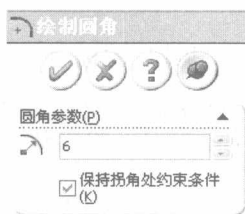
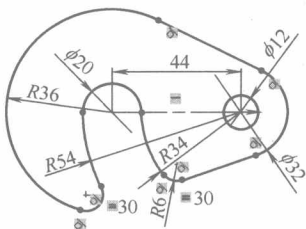
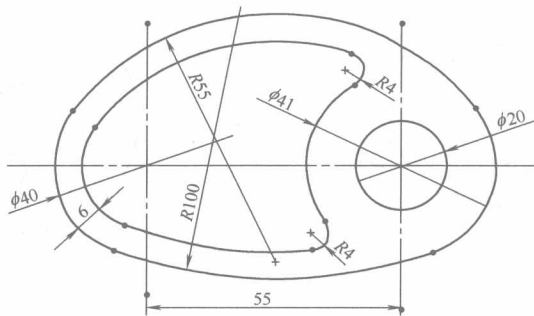

图 1-12
图 1-13
图 1-15 草图设计范例二
(7) 倒两处 R6 的圆角。单击  图标, 打开“绘制圆角”对话框, 如图 1-12 所示。修改半径参数为“6”, 然后选择要倒圆角的两个边, 结果如图 1-13 所示。
(5) 倒两处 $R4$ 圆角。单击 图标, 打开“绘制圆角”对话框, 如图 1-12 所示, 修改半径参数为“4”, 然后选择要倒圆角的两个边, 结果如图 1-15 所示。